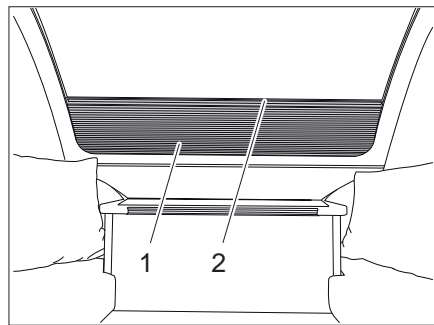

Bild 42 Mörklägningsrullgardin frontruta
- Stänga:** ■ Dra mörklägningsrullgardinen uppåt vid skåran (Bild 42,2).
- Öppna:** ■ Dra mörklägningsgardinen (Bild 42,1) neråt vid skåran (Bild 42,2).